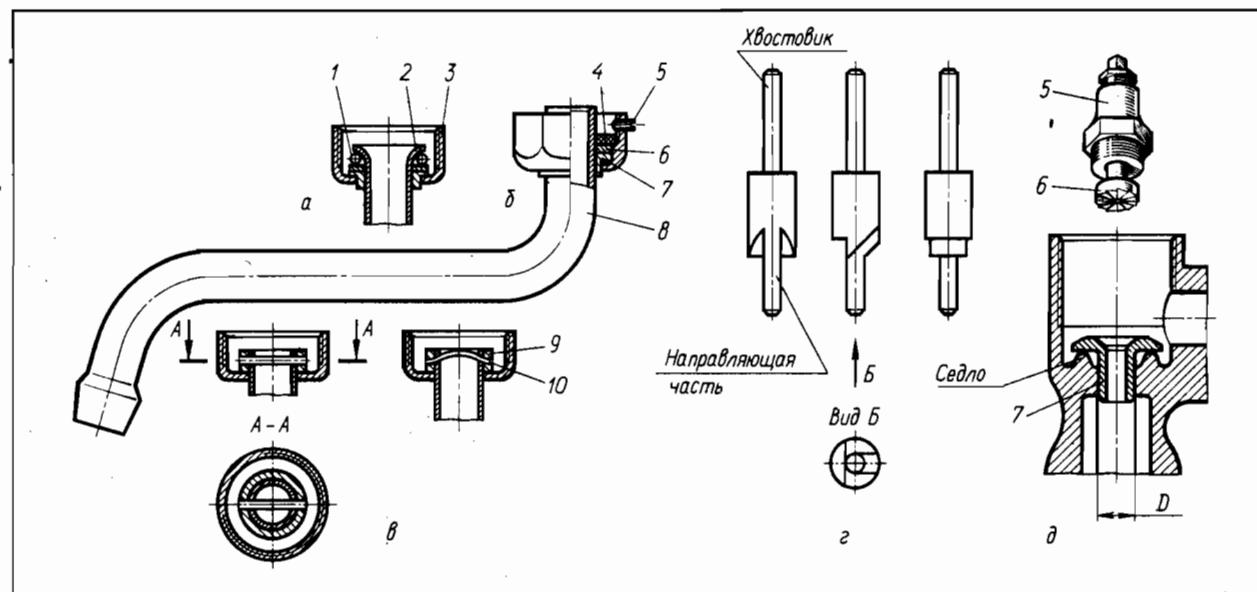

Рис. 20. Ремонт изливов:
почти равномерно соскребаем слой с вершины седла, находящийся выше канавки. Продолжаем это до тех пор, пока канавка не исчезнет. 3. Если глубина канавки 1 мм и более, то для ее уничтожения можно воспользоваться электродрелью и специальным сверлом (рис. 20, *г*). Такое сверло не продают в магазинах. Его вытачивают на токарном станке с последующей обработкой вручную и закалкой. Латунь, из которой изготовлена боковина, — совсем не мягкий материал и поэтому чем большей твердостью будут обладать кромки сверла, тем быстрее выведете канавку в седле. Для изготовления специального сверла необходимо использовать быстрорежущую сталь. Из нее можно изготовить лишь рабочую часть сверла, а хвостовик и направляющую часть — из любой стали.
4. Можно самостоятельно изготовить фрезу на базе корпуса 5 (рис. 20, *д*) вентильной головки. Из него выворачивают шток и вместо него вставляют безрезьбовой хвостовик фрезы 6. При возможности лучше внутреннюю резьбу корпуса сточить, чтобы хвостовик фрезы центри-
Если на накидной гайке 3 (рис. 20) есть стопорный винт 5, немного выкрутите его, отверните накидную гайку и снимите трубку 8. Для замены прокладки 4 подберите листовую резину средней твердости тол-
Надев на трубку 8 накидную гайку 3, кольцо 7, латунную шайбу 6, развализуйте конец этой трубы (рис. 20, а). Развальцевать конец можно на краю металлического массивного предмета, имеющего угол в 90°, например, тисков, верстака или кувал-
Поэтому следует стремиться закрепить кольцо в первоначальном положении штифтом. Он должен быть по длине больше, чем диаметр кольца, чтобы концы штифта можно было расклепать (рис. 20, а) или выгнуть середину штифта (рис. 20, б). Отверстия под штифт
При ремонте излива иногда можно заменить резиновую прокладку 4 (рис. 20, б)